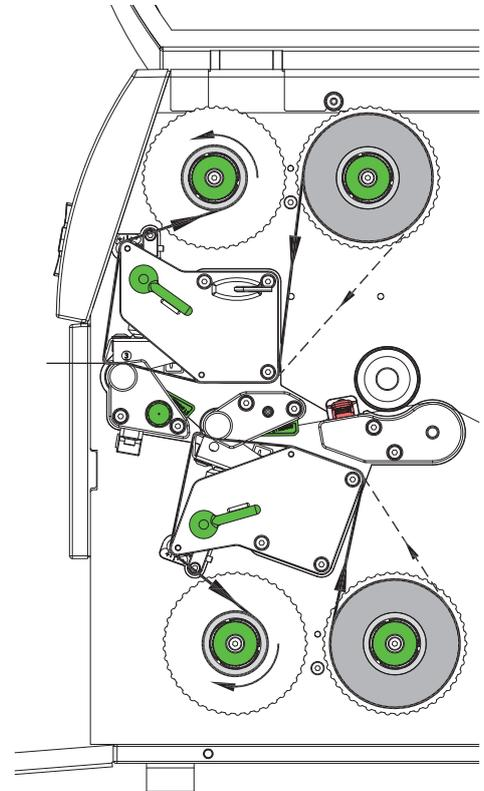

Figure 13 Passage du ruban transfert
6. Placer un mandrin (4) adapté sur l'enrouleur de ruban transfert (5), le positionner et le fixer comme le rouleau de ruban transfert.
7. Guider le ruban transfert à travers le mécanisme d'impression comme décrit dans la figure 13.